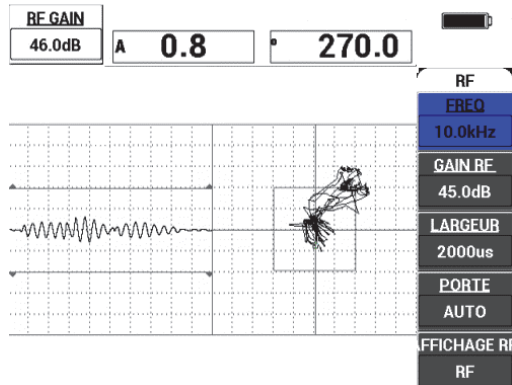

Figure 6-3 Ajustement du gain pour obtenir un signal contenu
- Placez l'extrémité de la sonde sur une zone sans défauts de la pièce, ajustez le gain à l'aide de la touche **GAIN (dB)**, et puis assurez-vous que le signal dans la vue RF (à gauche) est situé entre les divisions verticales 1 et 2 (voir la Figure 6-3 à la page 137).